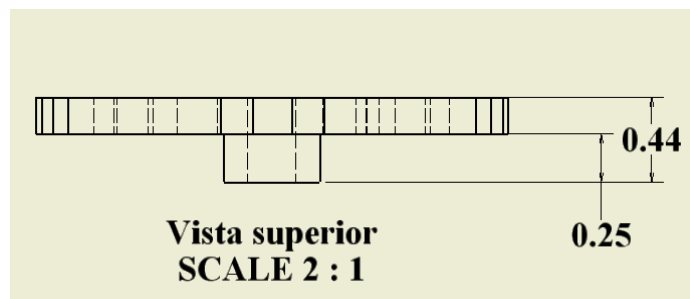

Figura 4.34 Vista superior del índice del mecanismo leva cruz de Malta.
- 2.- Cree la cota que considere necesaria, para este caso, se creará la cota del diámetro del Índice para el mecanismo leva cruz de Malta, figura 4.34.